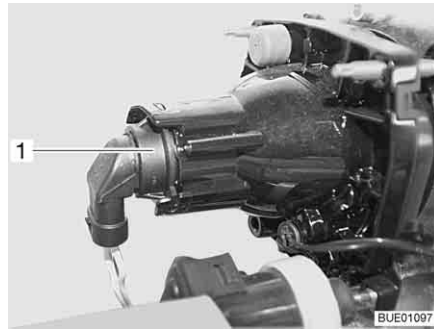

Bild 256 Halvljus/helljus/parkeringsljus
- Greppa tag bakom lamphålltet (Bild 256,1).
- Greppa tag bakom lampfästet (Bild 256,1).